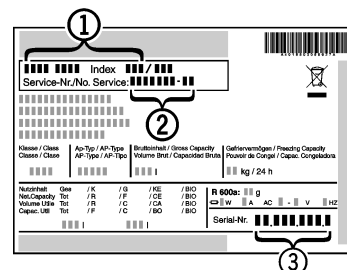

Fig. 14
- ▶ Identificați denumirea aparatului Fig. 14 (1), numărul de service Fig. 14 (2) și numărul de serie Fig. 14 (3) pe marca de fabricație. Marca de fabricație se află pe partea stângă în interiorul aparatului.
- ▶ Informați serviciul de asistență a clienților și comunicați tipul defecțiunii, denumirea aparatului *Fig. 14 (1)*, numărul de service *Fig. 14 (2)* și numărul de serie *Fig. 14 (3)*.